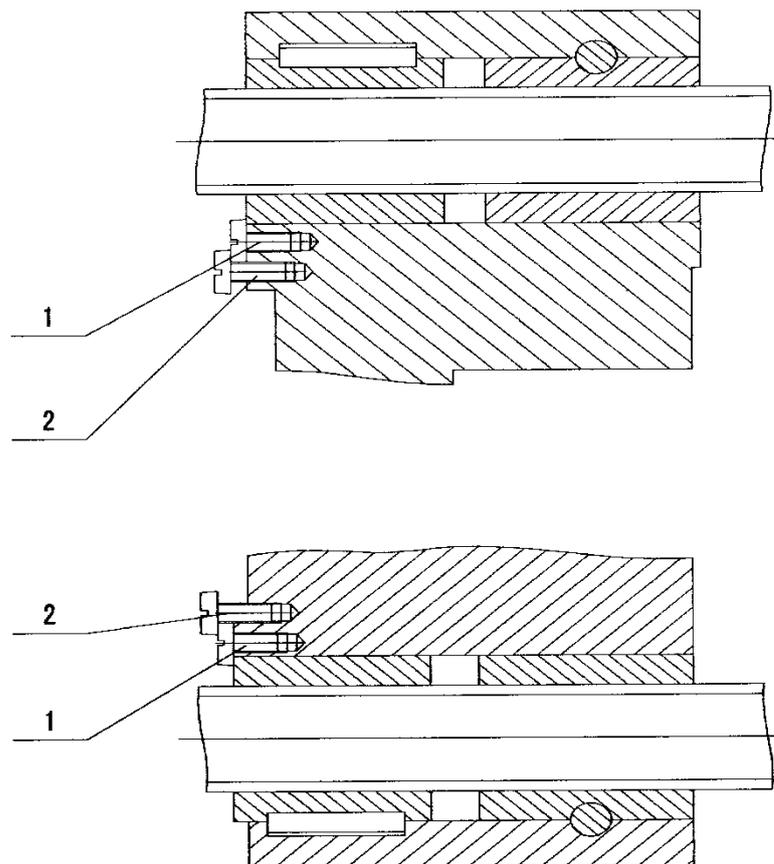

Рис.7
10.3 Регулировка зазора ходового винта стола (рис.7)